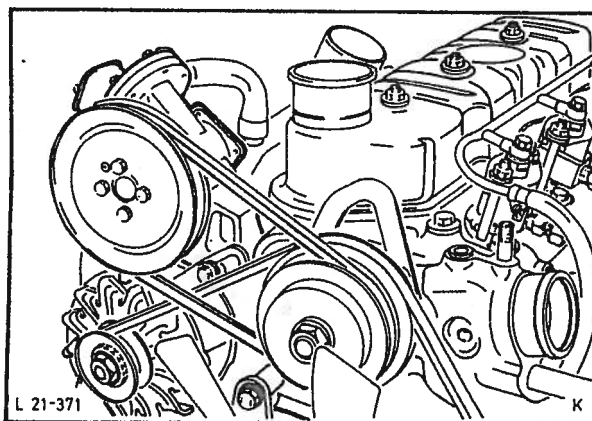

Fig. 87 Vakuumpumpe.
67. Skru fast vakuumpumpen komplett med V-rem og monter lavtrykksslangen, fig. 87.